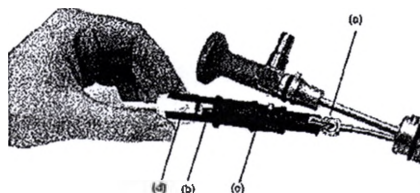

Рисунок 17: Установка лазера GreenLight
1. Открыть рабочий порт (а) (см. Рисунок 17).